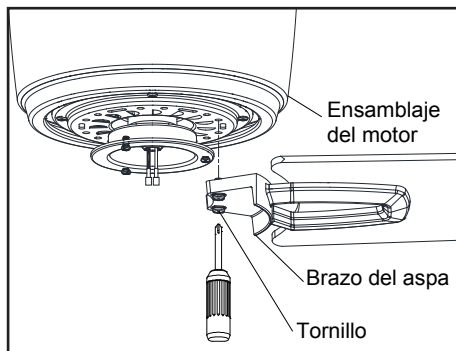

Figura 11
1. Ajusta el brazo del asa al motor insertando los postes de alineación dentro de la ranura de la parte inferior del motor y aprieta los tornillos del motor. Ten en cuenta que los tornillos del motor están en los soportes del asa (Figura 11).